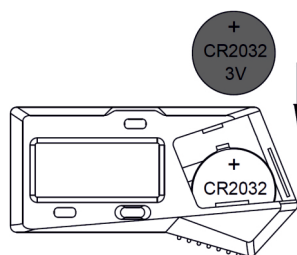

Abb. 2
- » Setzen Sie die CR2032-Batterie mit der positiven Seite (+) nach außen ein (Abb. 2).